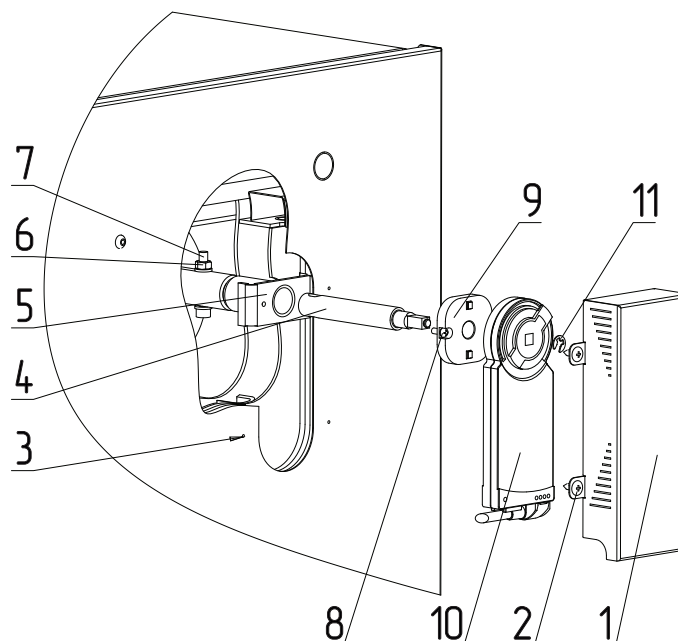

Рис.7 Установка механизма чистки теплообменника
3. Установите кронштейн крепления механизма (**Рис.7, поз.5**);
4. Установите ось прочистного механизма (**Рис.7, поз.4**);
5. Зафиксируйте ось болтом М6 (**Рис.7, поз.7**) и гайкой (**Рис.7, поз.6**);
6. Установите на ось основание механизма (**Рис.7, поз.9**);
7. Зафиксируйте основание винтами (**Рис.7, поз.8**) на кронштейне крепления механизма (**Рис.7, поз.5**);
8. Установите механизм (**Рис.7, поз.10**);
9. Зафиксируйте механизм быстросъёмным кольцом (**Рис.7, поз.11**);
10. Зафиксируйте кожух прочистного механизма (**Рис.7, поз.1**) саморезами (**Рис.7, поз.2**).